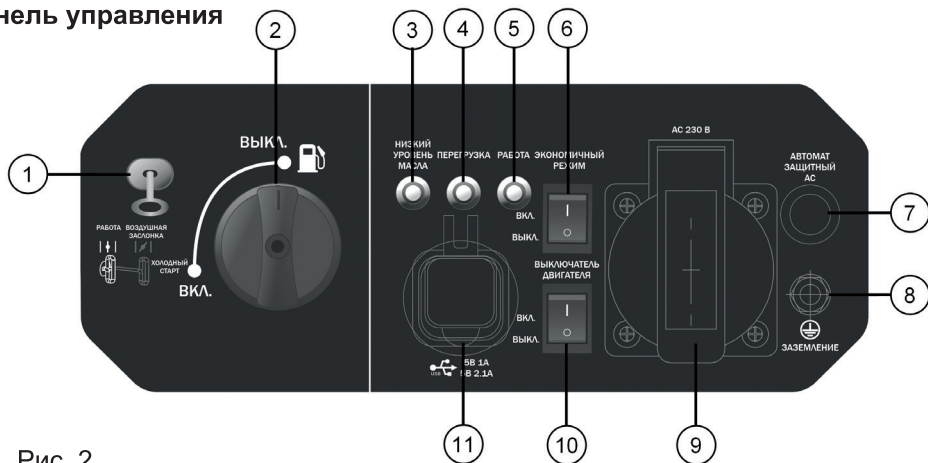

Рис. 2
**Внимание!** Электростанция оборудована датчиком уровня моторного масла. При снижении уровня масла в картере двигателя ниже допустимого на панели управления загорается индикатор низкого уровня масла 3 (Рис. 2) и двигатель автоматически останавливается. Регулярно проверяйте уровень моторного масла в двигателе для предотвращения непредвиденных отключений электростанции во время работы.
1. Откройте топливный кран (положение «ВКЛ») ручкой 2 (Рис. 2)
2. При пуске холодного двигателя закройте воздушную заслонку. Для этого рычаг привода воздушной заслонки 1 (Рис. 2) переведите в положение «Холодный старт», потянув его на себя.
3. Установите выключатель двигателя 10 (Рис. 2) в положение «I».
5. После запуска двигателя откройте воздушную заслонку. Для этого переведите рычаг воздушной заслонки 1 (Рис. 2) в положение «РАБОТА»
**Примечание!** В нормальном режиме работы электростанции будет гореть индикатор «РАБОТА» 5 (Рис. 2). Означающий, что электростанция работает в штатном режиме, на выходные розетки подается напряжение.
2. Установите выключатель двигателя 10 (Рис. 2) в положение «Выкл.».
3. Закройте топливный кран, установив ручку топливного крана 2 (Рис.2) в положение «Выкл.».